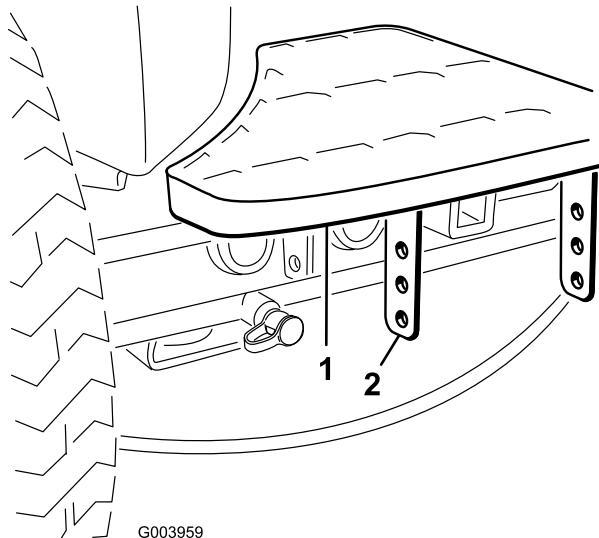

Figure 2
1. Retirez les 2 boulons et écrous qui fixent les supports du marchepied au châssis du groupe de déplacement (Figure 2).